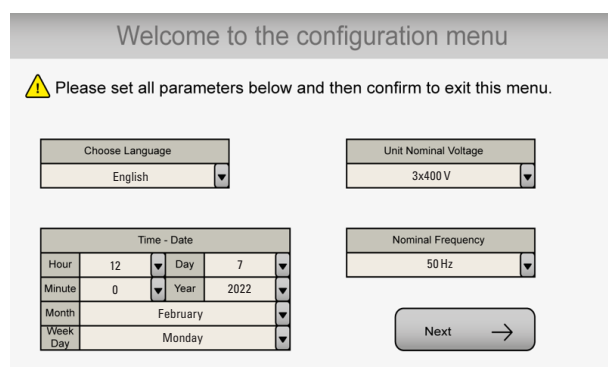

Abb. 1. Erster Startkonfigurationsbildschirm.
- Stellen Sie den Eingangsschalter (**Q1a**) der USV oder jedes der Geräte, aus denen das System besteht, auf «Ein». Das Installationsmenü wird über 2 Bildschirme mit allen auszuwählenden Variablen angezeigt (Abb. 1) und der modulierte akustische Alarm wird alle 5 Sekunden aktiviert.